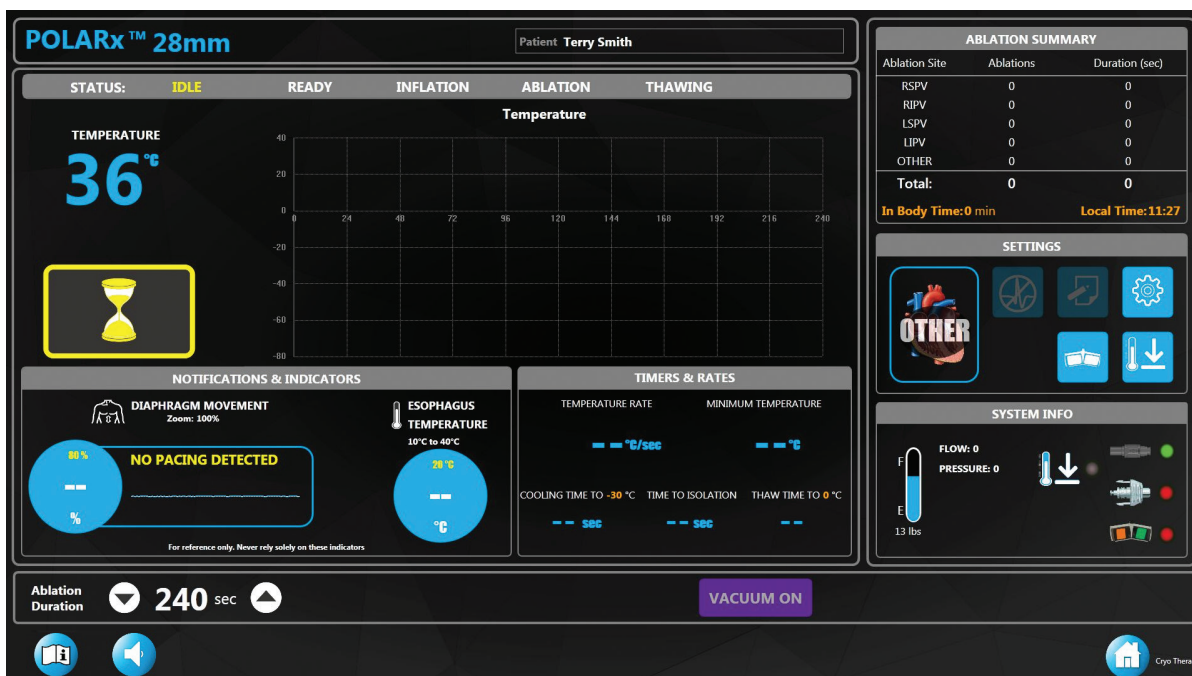

Figura 5. Pantalla de terapia en estado inactivo con un catéter válido conectado
2. Presione el botón VACUUM ON (Vacío activado) en la pantalla Therapy (Terapia) (Figura 5).